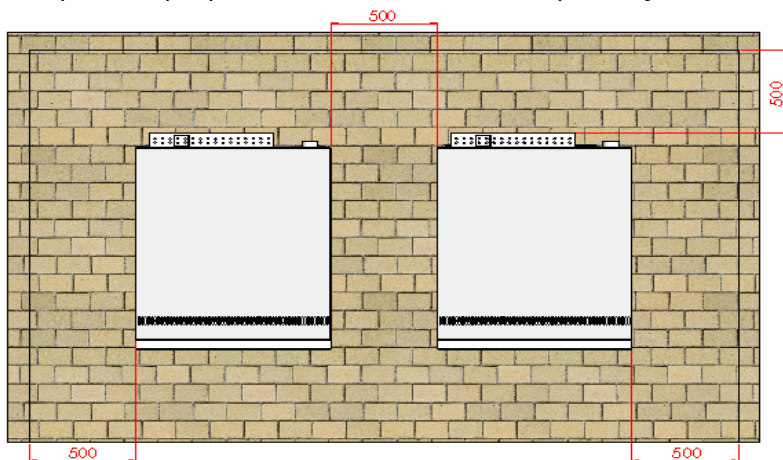

рис.8
2. В случае, если будет установлено более одной печи, ее следует осмотреть. (Рис. 8)